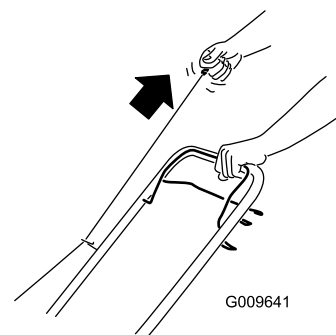

Figure 14
2. Tirez la poignée du lanceur (Figure 14).
Remarque: Tirez lentement la poignée du lanceur (Figure 14) jusqu'à ce que vous sentiez une résistance, puis tirez vigoureusement. Laissez le lanceur se rétracter lentement jusqu'à la poignée.